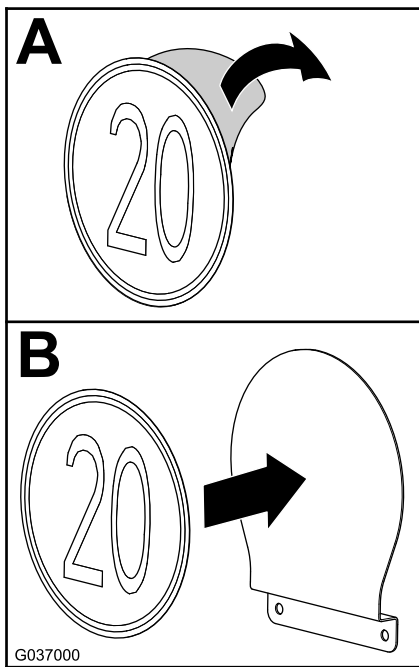

図 13
- 速度デカルの裏紙を剥がす図13のA。
2. 図 13 の B のように、標識板にデカルを合わせる。